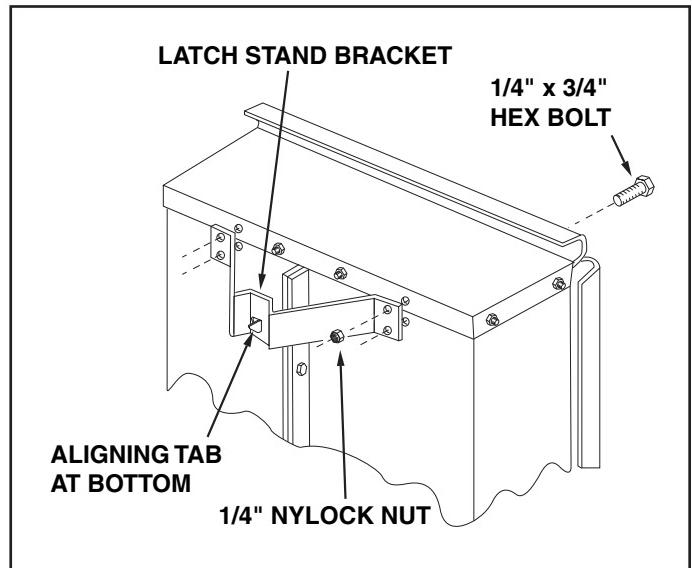

FIGURE 7
11. Turn the latch stand bracket so that the aligning tab is at the rear (bottom) of the bracket. Assemble the latch stand bracket to the cart using four $1/4'' \times 3/4''$ hex bolts and $1/4''$ nylock nuts. **TIGHTEN**. See figure 7.
11. Faites pivoter le support de soutien d'attelage de telle sorte que la patte d'alignement se retrouve à l'arrière (en bas) du support. Assemblez le support de soutien d'attelage à la remorque en utilisant quatre boulons hexagonaux 1/4" x 3/4" et des écrous hex. 1/4". **SERREZ.** Voir figure 7.